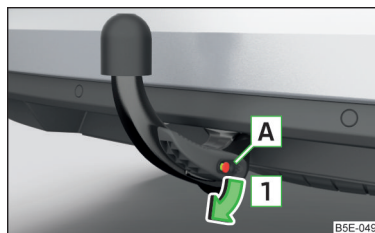

Fig. 174
- Rimuovere il coperchio [A] dalla serratura in direzione della freccia [1] » fig. 174.